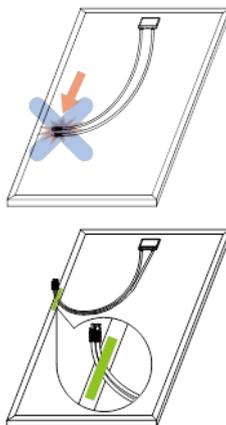

Figure 4. Fixation des câbles et des connecteurs
- Afin d'éviter d'endommager la face arrière du module avec le connecteur, fixez les câbles au cadre à l'aide d'une bande d'adhésif avant de procéder au déballage (se référer à la Figure 4).